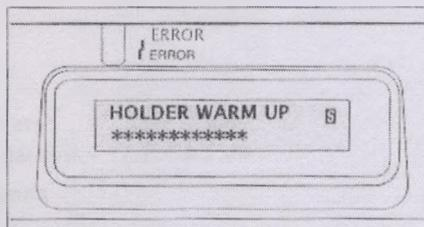

Рис. 9
4. Переведите переключатель "POWER" в положение ON (смотрите рис. 8). При включении TSCD®-II загорается экран жидкокристаллического дисплея (LCD), запускается самоконтроль системы и прозвучат 3 сигнала в том случае, если аппарат работает нормально (при использовании аппарата TSCD®-IS прозвучит 4 сигнала). Держатель пластины предварительно разогревается до 70°C для сокращения времени запаивания (См. рисунок 9).